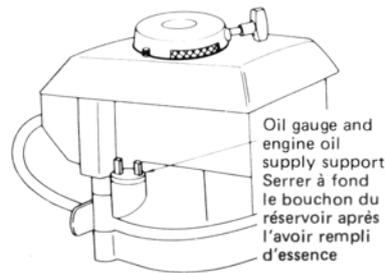

Fig. 2
2. Engine oil (Fig. 2)
2. Huile moteur (Fig. 2)